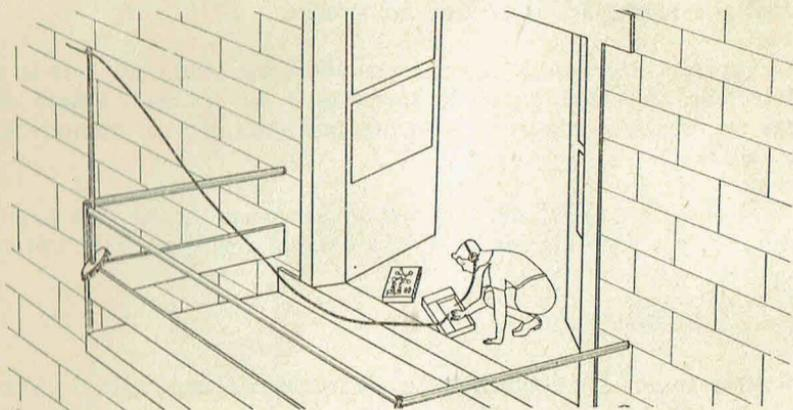

Fig. 4
**Placez l'antenne :** déroulez **complètement** la bobine de fil d'antenne et étendez-la sur la **plus grande longueur possible**, soit sur votre plancher, soit, mieux en la suspendant à l'intérieur ou à l'extérieur entre deux points distants de la terre (arbre, balcon, etc., fig. 4).